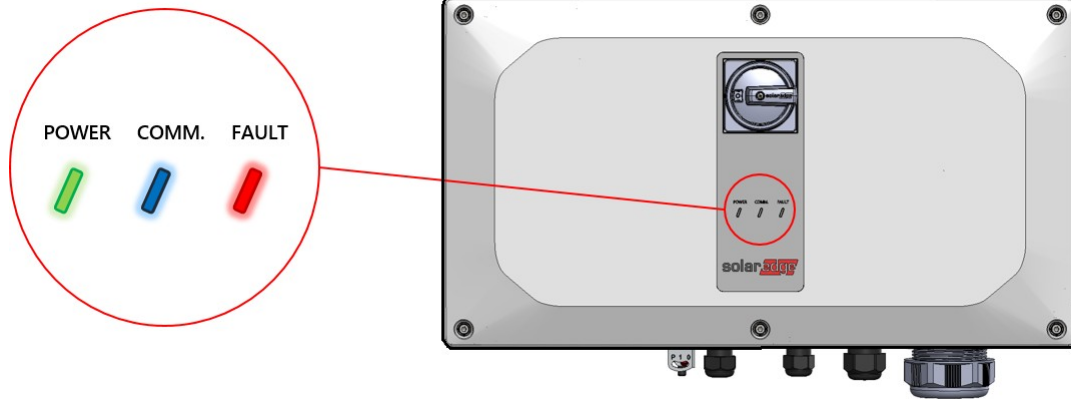

Figura 2: indicatori LED
3. Verificare che gli indicatori LED rosso e verde lampeggino contemporaneamente (vedi *Figura 2*).